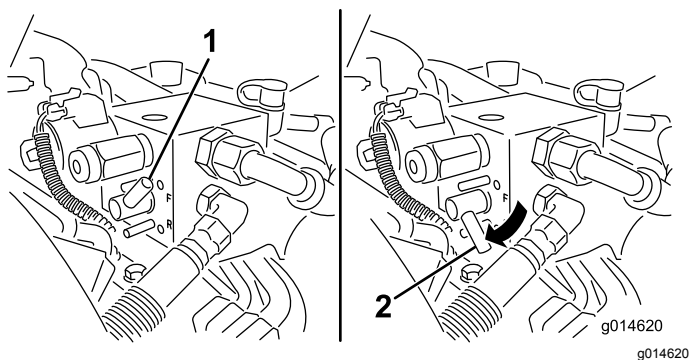

Рисунок 49
- Поверните рычаг заточки обратным вращением в положение ОБРАТНОЕ ВРАЩЕНИЕ (R) (Рисунок 49).